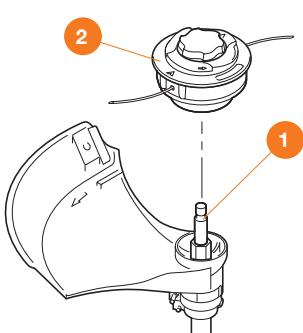

Рис. 8
- Зафиксируйте вал ключом на 16 мм ①.
- Закрутите косильную головку по часовой стрелке ② (Рис. 8).